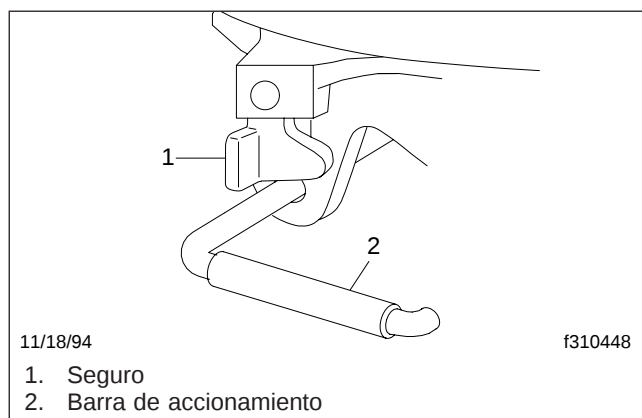

Figura 10.12, Mecanismo de cierre del perno rey Simplex, seguro (posición de cierre)
Durante el enganche, el perno rey entra en contacto con la mordaza y la hace girar a la posición de cierre. Esta acción mueve la barra de accionamiento automáticamente a la posición de cierre. Esto cierra la mordaza firmemente alrededor del perno rey. En la posición de cierre el pestillo de seguridad se mueve libremente por encima de la barra de accionamiento. Vea la Figura 10.12.
7. Haga una revisión visual (incluso si el vehículo está equipado con el sistema Touchloc de operación por aire) para comprobar el trabado efectivo del perno rey. La placa del remolque debe estar al ras de la superficie de la quinta rueda. Cuando haya ocurrido el trabado efectivo, la barra de accionamiento de la quinta rueda se habrá movido hacia adentro a la posición de cierre, y el seguro se moverá libremente sobre la barra de accionamiento. Vea la **Figura 10.12**.